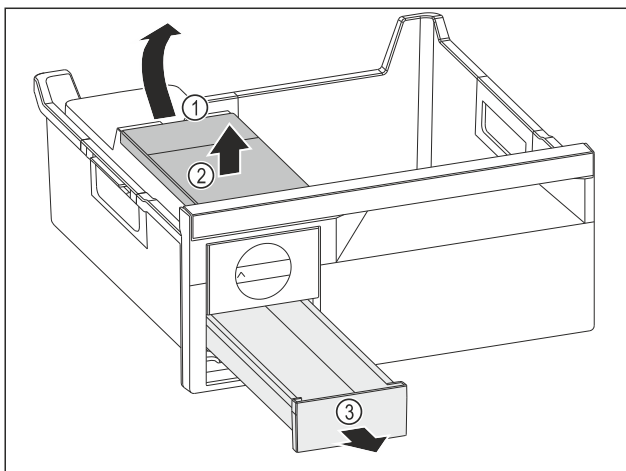

Fig. 120
- ▶ Wassertank entnehmen: Wassertank an der Aussparung Fig. 120 (1) anheben.
- ▶ Wassertank Fig. 120 (2) nach oben entnehmen.
- ▶ Eiswürfelschubfach Fig. 120 (3) nach vorne entnehmen.